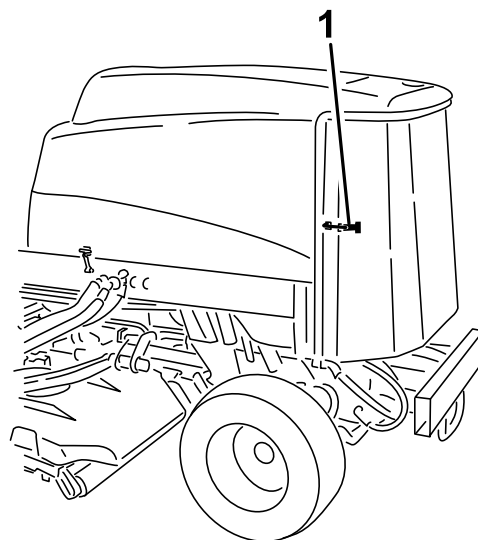

図 117
3. 後部スクリーンのラッチを外してスクリーンを開く **図 117**。